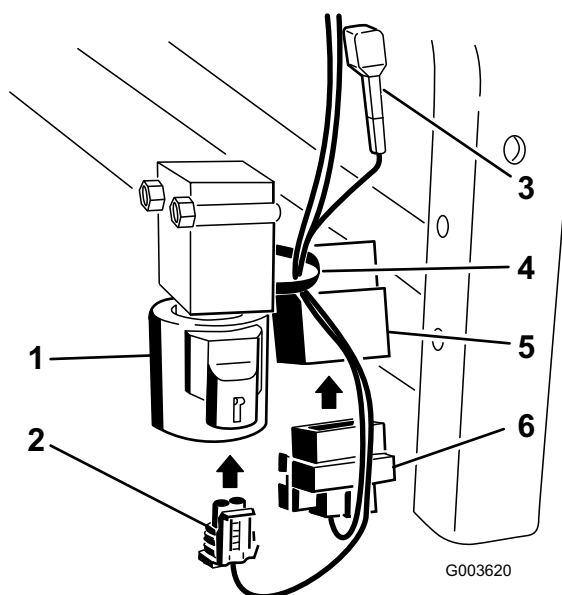

Figura 35
8. Montate il connettore quadro sul relè montato accanto alla valvola (Figura 35).
9. Montate il connettore piccolo alla valvola (Figura 35).